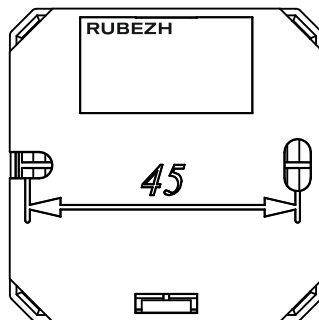

Рисунок 4 – Установочные размеры
- б) смонтировать изолятор шлейфа на стену, используя отверстия в основании (рисунок 4);